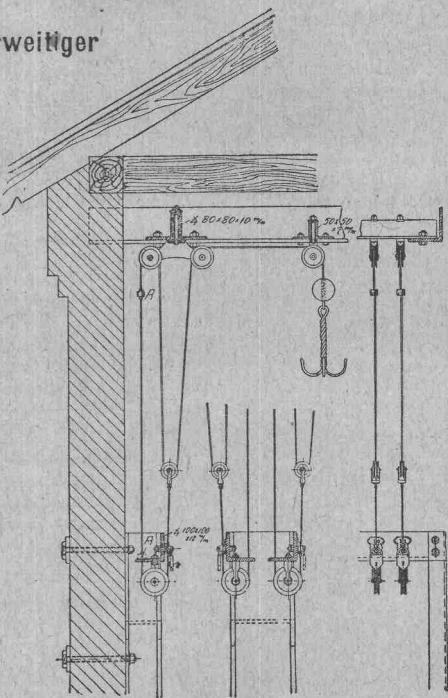

Fig. U 30
Zeigt die Anwendung von Fig. U 30
- Fig. U 30**
Preise von Fig. U 30 pro Garnitur bestehend aus: 1 Doppelrolle, 1 Rolle mit Auge, 1 Rolle mit 65 mm langem Stift, 1 Rolle mit 95 mm langem Stift, den erforderlichen Unterlagscheiben zu den Rollen, einer Schloßöse mit Nummerschild und Gegenmutter, den nötigen Ketten-Verbindungs-gliedern, 1 vierteiligem, schwarz lackierten Kleider-haken und 18 bis 20 m verzinnter Patentstahlkette sowie Arretierung A (Fig. U 30) **M 10.—**.